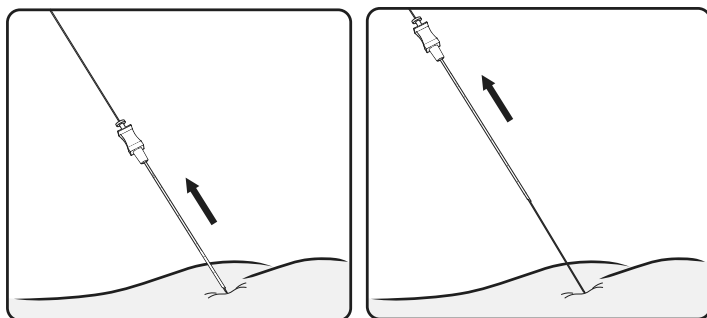

Figure 9. Retirer l'aiguille pour infiltration foraminale
4. Tout en maintenant le guide directionnel en place, faire glisser doucement l'aiguille sur le guide et l'extraire du foramen (**Figure 9**).